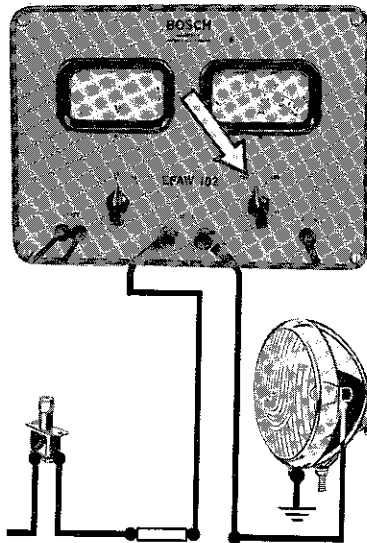

Bild 13
4. Stromaufnahme von Verbrauchern (siehe Bild 13)